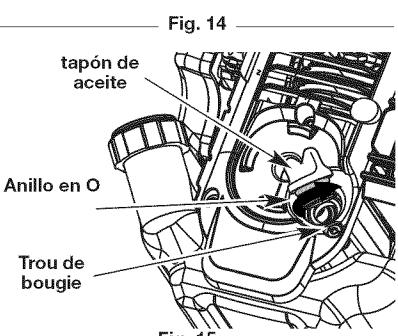

Fig. 14
- La mirada en el petróleo llena hoyo, utiliza una linterna si necesitado. El petróleo debe estar tocando apenas las interiores la mayoría de los hilos (Fig. 14).